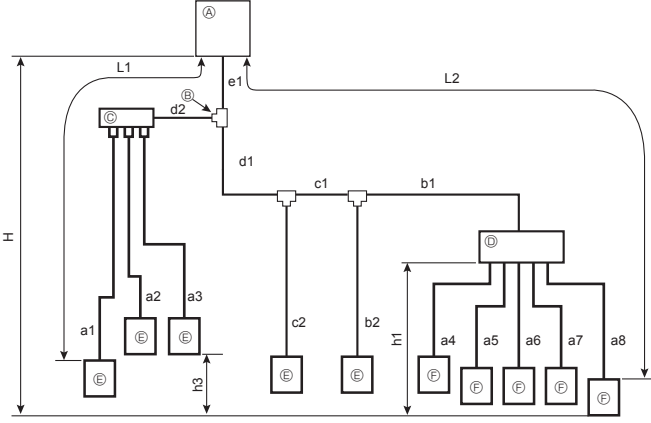

Fig. 4-3 (a)
4.2.3. Karma sistem (Dağıtım kutusu üzerinden City Multi iç üniteler ve M, S, P serisi iç üniteler) (Fig. 4-3)